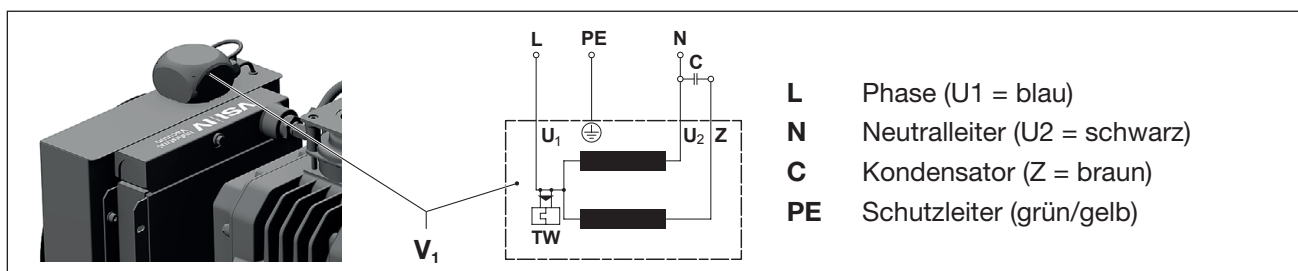

Abb. 14 Anschlussschema Lüfter
- Spannungsversorgung am Klemmenkasten (Abb. 14/V1) des Lüfters anschließen.